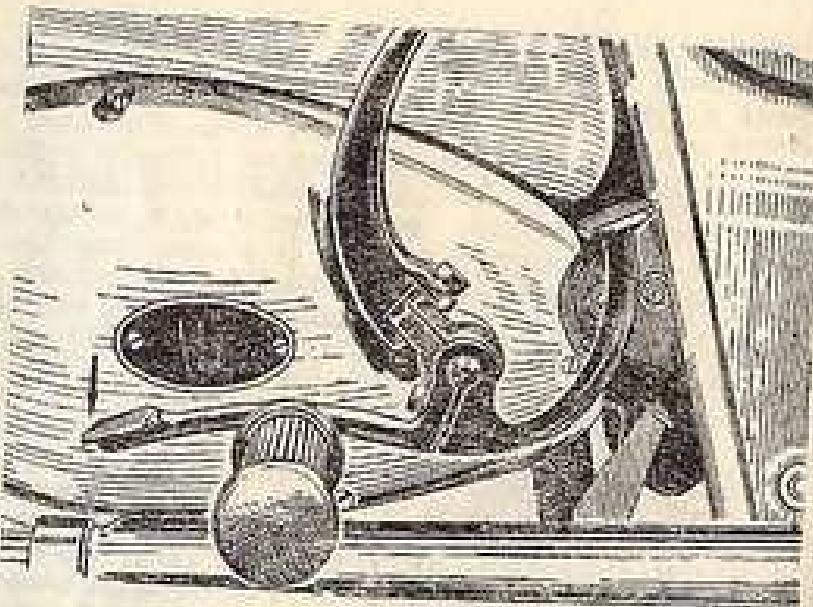
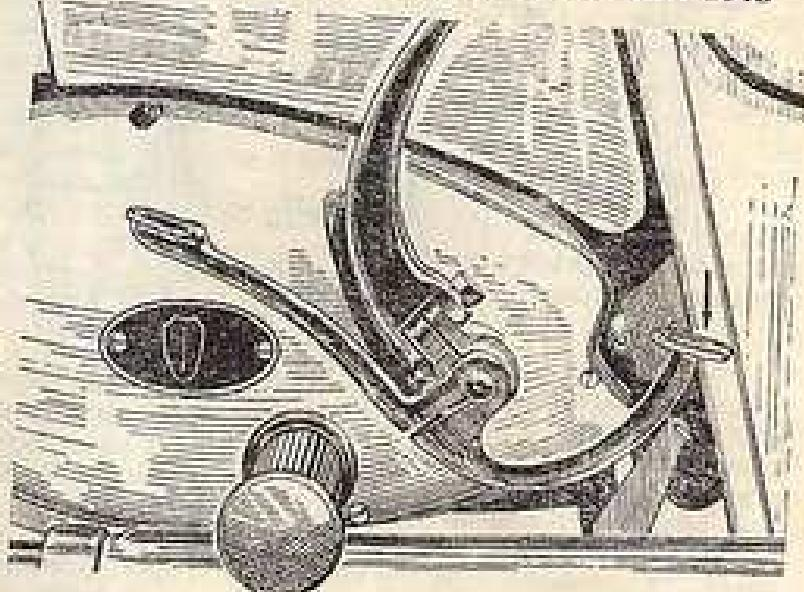

Рис. 4. ВКЛЮЧЕНИЕ I ПЕРЕДАЧИ С НЕЙТРАЛИ
Рис. 5. ВКЛЮЧЕНИЕ II, III и IV ПЕРЕДАЧ
**РЫЧАГ ПЕРЕКЛЮЧЕНИЯ ПЕРЕДАЧ** — на левой стороне двигателя. Нейтраль находится между первой и второй передачами. Включение I передачи из нейтрального положения производится нажатием на переднюю пятку рычага (рис. 4), II, III, IV передач — нажатием на заднюю пятку рычага (рис. 5), переключение с высшей передачи на низшую — нажатием на переднюю пятку рычага. При включенном нейтрали на фаре горит лампа зеленого цвета. Механизм включения сцепления двойной; с автоматическим выжимом сцепления при включении передач и с независимым ручным выжимным рычагом на руле.